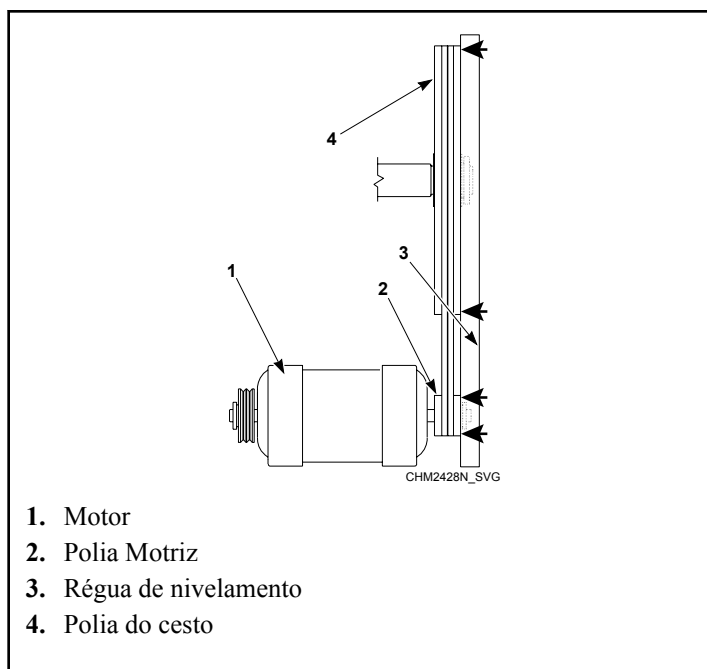

Figura 46
- b. Para sistemas de acionamento com polia ranhurada, verifique o alinhamento colocando uma régua entre as faces das duas polias. A régua de nivelamento deve estabelecer contato com as polias em quatro pontos. Consulte a *Figura 46*. Depois de fazer os ajustes necessários, aperte a contraporca de tensionamento da mola superior para 20.6 ± 2 pé.lbs.